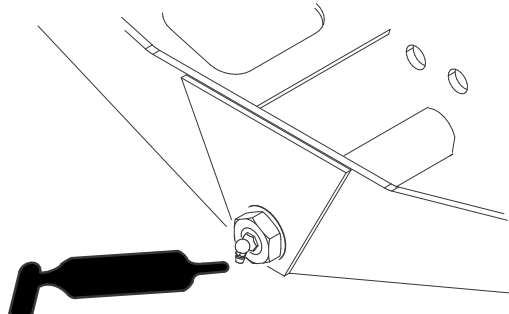

Рисунок 69
- Ось поворота моста (1 шт.) — Рисунок 69